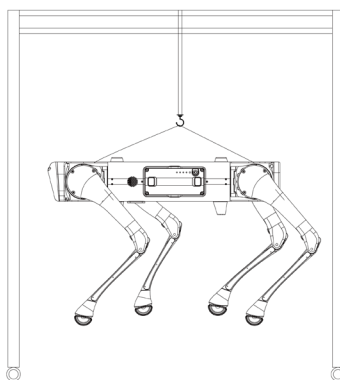

图 2：四条腿无法到达程序设定的初始位置。此时各关节处于零力矩状态（无阻尼状态）
2. 若力传感器发生飘移，则机器人四条腿无法到达程序设定的初始位置，且各关节处于零力矩状态（无阻尼状态），如下图 2 所示。